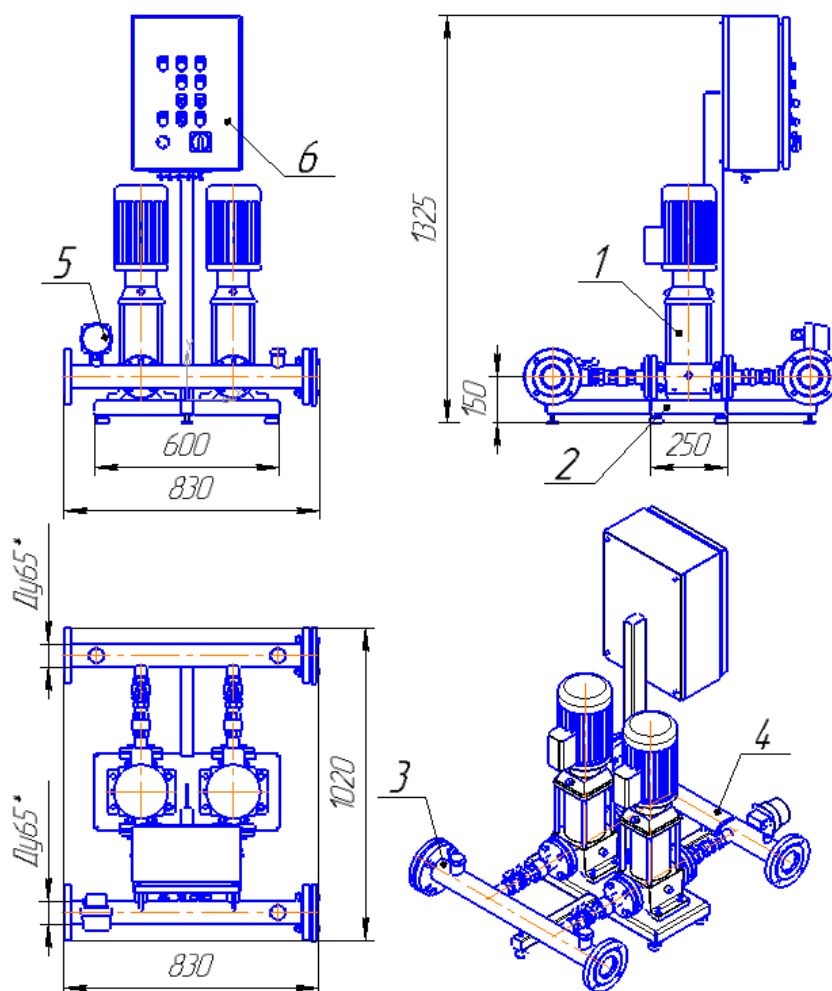

Рис. 1 Внешний вид станции.
3.1 В состав станции (см. рис. 1) входят два основных перекачивающих насоса LVR 3-7 (поз. 1), установленных на основании (поз. 2). Подача перекачиваемой жидкости осуществляется через всасывающий коллектор (поз. 3). Перекачиваемая жидкость через всасывающий коллектор распределяется по насосам и далее, через нагнетательный коллектор (поз. 4) поступает в сеть подачи жидкости потребителям. Контроль давления перекачиваемой жидкости осуществляется с помощью манометра сигнализирующего (поз.5), установленного на нагнетательном коллекторе, который обеспечивает работу схемы управления, смонтированной в корпусе пульты управления (поз.6).